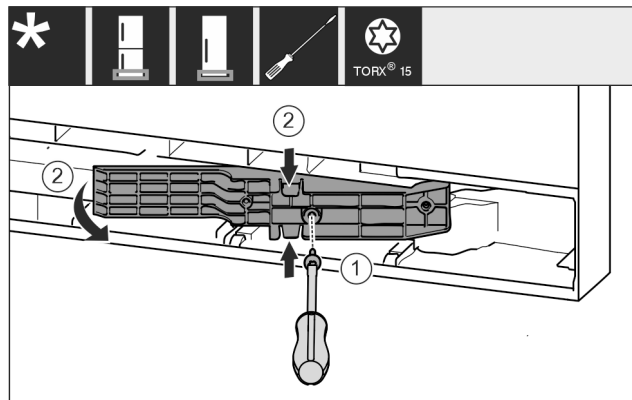

Fig. 18 *
- ▶ Løsn skruerne med skruetrækkeren T15. Fig. 18 (1)*
- ▶ Træk adapterstykket ud. Fig. 18 (2)*